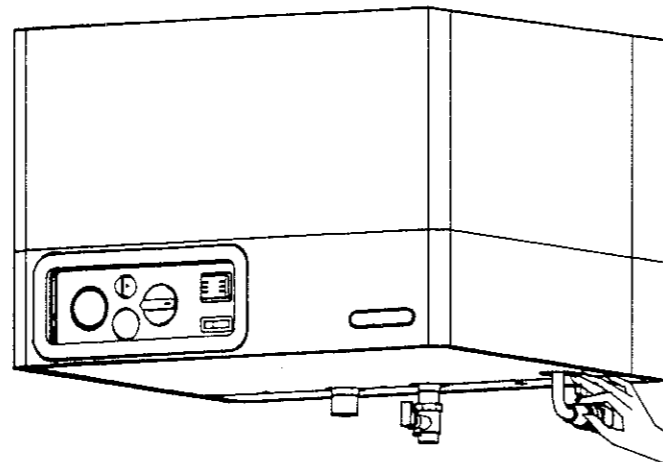

Fig. 16
Quindi chiudete il rubinetto del gas posto sotto lo scaldabagno (vedi fig. 16).
- chiudere il rubinetto del gas (fig. 16)